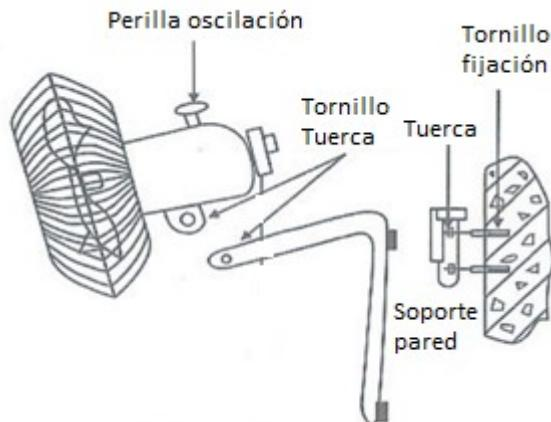

Fig. 3
7. Para colgar en la pared primero hay que montar el gancho o el soporte en la pared y fijar con los tornillos de fijación. Colgar el ventilador en la pared asegurándose que el soporte está bien fijado. (Fig. 3)